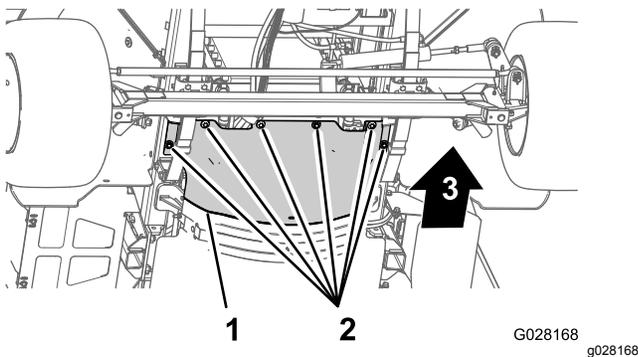

Figura 57
3. Retire os 6 parafusos de cabeça hexagonal e as 6 anilhas que fixam a proteção térmica dianteira ao chassis e retire a proteção (Figura 57).